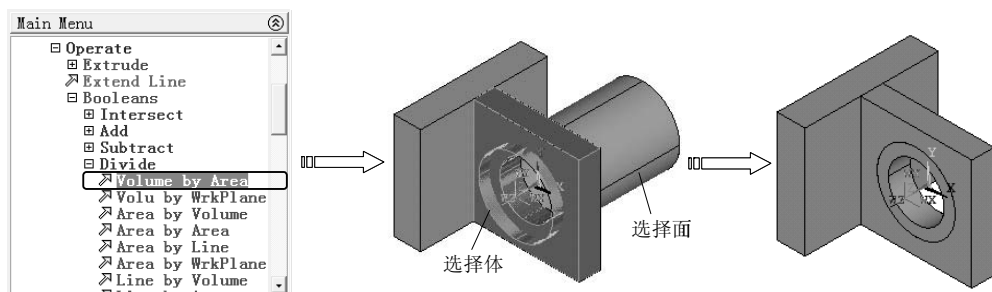

图 6-96 切割运算
2) 单击 “Add...” 按钮，弹出 “Library of Element Types” 对话框，在左边的列表中选择 “Solid” 选项，即选择实体单元类型，然后在右边列表中选择 “Brick 8node 185” 单元，如图 6-96 所示，单击 “OK” 按钮，返回 “Element Types” 对话框。
9) 选择“Main Menu> Preprocessor> Modeling>Operate>Booleans>Divide>Volume by Area”命令，弹出“Divide Vol by Area”对话框，选择左侧体为要切割的体，单击“OK”按钮，再次弹出“Divide Vol by Area”对话框，选择上一步创建的圆柱面作为分割面，单击“OK”按钮完成切割运算，如图 6-96 所示。